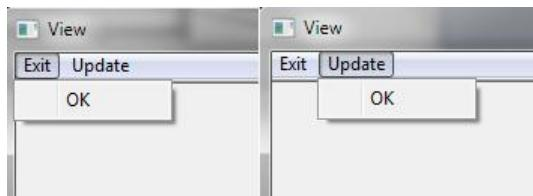

Figura 13. Meniurile ferestrei de afisare a performantelor a programului **simpl**
4. Meniurile ferestrei de afisare a tipurilor de instructiuni (figura 13).